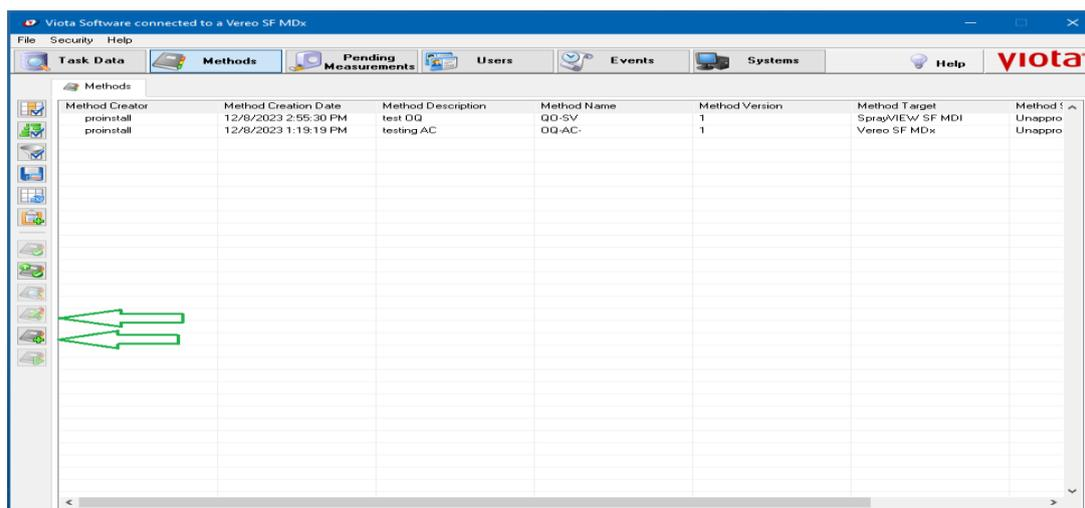

Figura 66. Guia de criação e edição de métodos.
- a) Clique no botão *ADD New Method* para adicionar novo método e clique no botão *Edit Method* para editar métodos conforme Figura 66. As funcionalidades permitem que crie novos métodos ou edite métodos existentes, respectivamente.
- b) Clique no botão *Add New Method* conforme Figura 66, uma caixa de diálogo Editor de Método aparece.